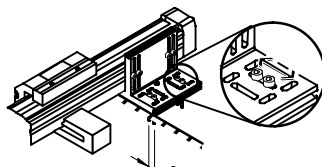

Fig. 7: Q = Gioco per fissaggio trasversale
- Fissare le viti per il fissaggio trasversale in un primo tempo senza stringerle a fondo (v. Fig. 7: Q).